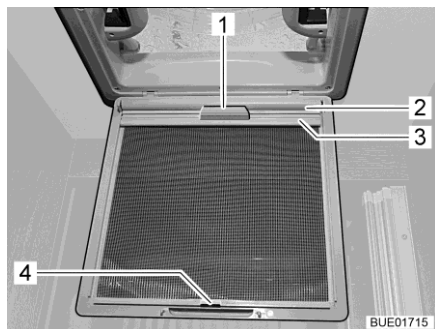

Fig. 106 Oscurante a rullo (oblò)
- Tirare l'oscurante a rullo (Fig. 106,2) utilizzando la maniglia (Fig. 106,1) e agganciare il listello di supporto (Fig. 106,3) ai ganci (Fig. 106,4) sulla protezione contro gli insetti.
- Staccare il listello di supporto (Fig. 106,3) dai ganci (Fig. 106,4) e ricondurre lentamente l'oscurante a rullo (Fig. 106,2) utilizzando la maniglia (Fig. 106,1).